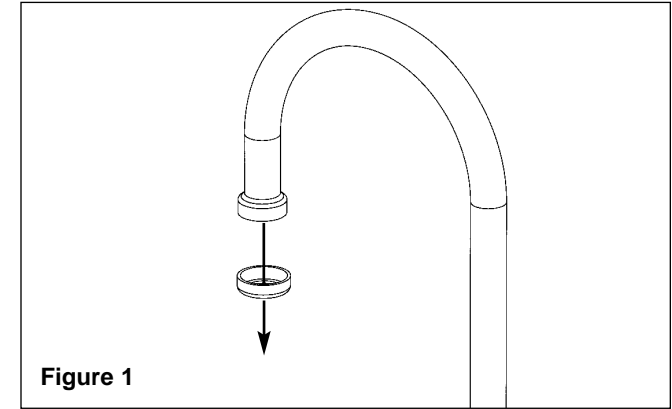

Figure 1
1. Enlever l'aérateur de robinet existant (voir Figure 1).